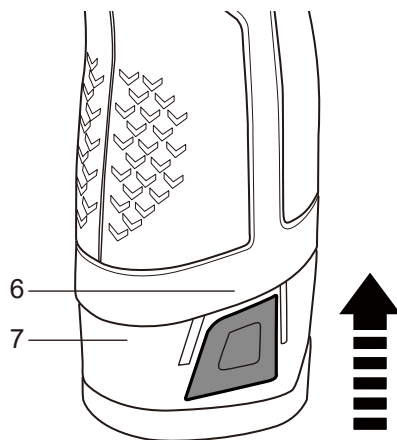

Fig. 3
- > Inserte el bloque de baterías (7) en la parte inferior de la empuñadura (6). Deberá oír un clic al encajar (Fig. 3).